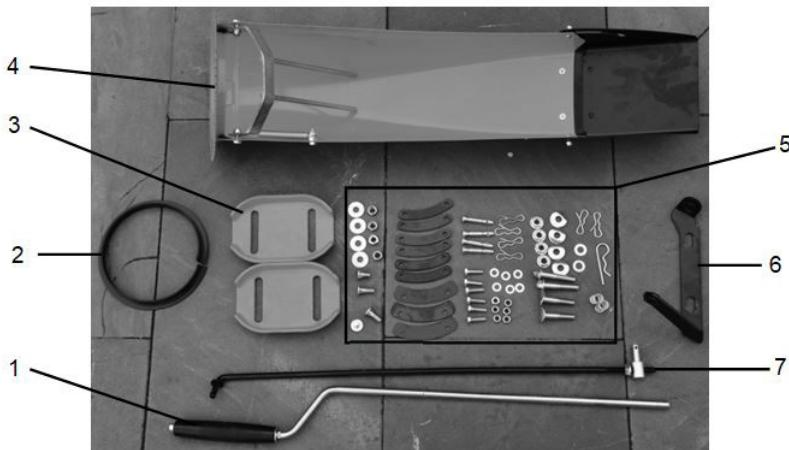

Рис. 4
### 6.1. Комплект для сборки снегоочистителя (рис. 4)
1. Установите уплотнительную прокладку желоба (рис. 4, поз. 2) на желоб;